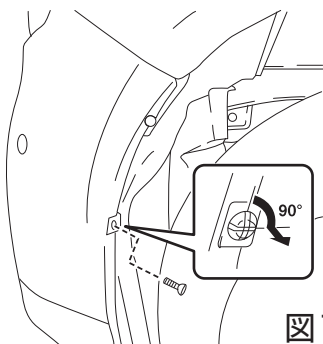

図1
1. マイナスドライバーを使用し、ピンホールドクリップを90°回し、ピンホールドクリップを外して下さい。(図1)